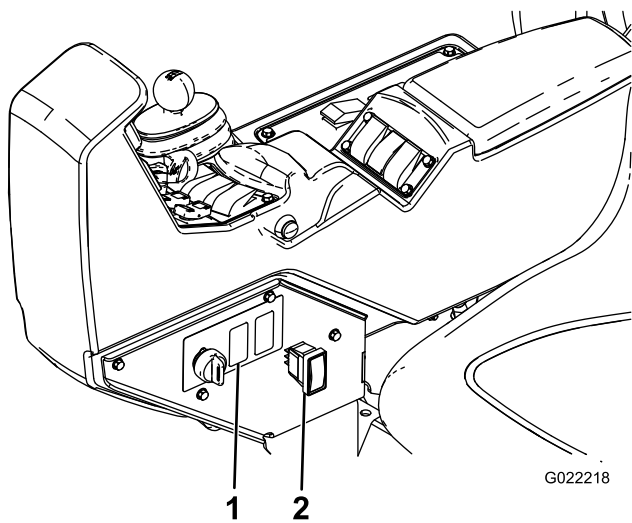

Bild 18
1. Ermitteln Sie die Abdeckung für den Spülbehälterschalter am Armaturenbrett (Bild 18).
2. Nehmen Sie die Abdeckung vom Armaturenbrett ab (Bild 18).
5. Schließen Sie den Schalter durch das Armaturenbrett an den Anschluss (Bild 18) an.